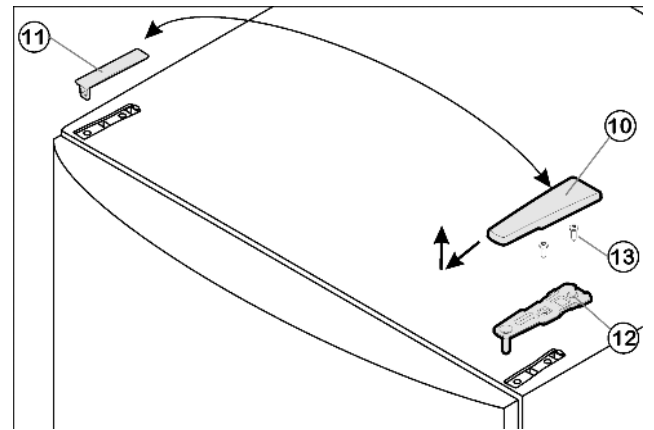

Fig. 4
- ▶ Előre és felfele húzza le a fedelet Fig. 4 (10).
- ▶ Emelje le a fedelet Fig. 4 (11).
- ▶ Csavarozza le a felső csapágybakot Fig. 4 (12) (2 db Torx® 25) Fig. 4 (13), és felfele húzza le.
- ▶ A felső csapágybakot Fig. 4 (12) helyezze a csuklópánt új oldalán az ajtóba.
- ▶ Csavarozza fel a felső csapágybakot Fig. 4 (12) erősen (4 Nm-es nyomatékkal) (2 db Torx® 25) Fig. 4 (13). A csavarlyukat esetleg pontozza meg, vagy használjon akkus csavarhúzót.
- ▶ A Fig. 4 (10) és a fedelet Fig. 4 (11) mindig az ellenkező oldalra pattintsa fel.